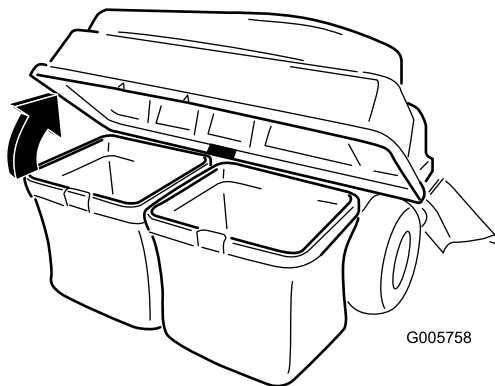

Figura 19
3. Abra (eleve) a parte superior do depósito de recolha de relva (Figura 19).